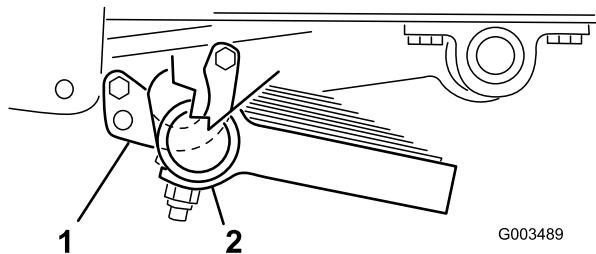

Figura 12
3. Instale a parte da frente de cada apoio no conjunto do tubo com um parafuso (5/16 x 1 pol.) e uma porca de bloqueio (5/16 pol.) (Figura 12).